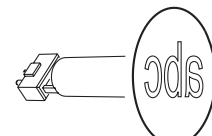

Figure 10. Orientation optimale des gobos
Les sens d'installation donnés en Figure 10 sont corrects dans la plupart des cas mais consultez votre fabricant ou votre revendeur Martin si vous avez le moindre doute sur le sens à donner à un type de gobo spécifique.
4. Insérez le nouveau gobo dans le porte gobo selon l'orientation donnée en Figure 10 et Figure 11. La face 'vers la scène' doit être à l'opposé du ressort.
4. Pour insérer un gobo, orientez-le selon les indications de la Figure 10 et glissez-le sous le ressort de rétention. Vérifiez le centrage de l'image.